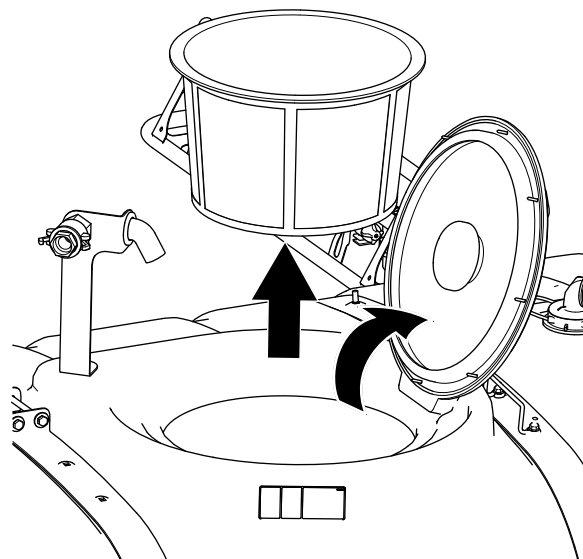

Рисунок 16
1. Откройте крышку основного бака и снимите корзину сетчатого фильтра (Рисунок 16).